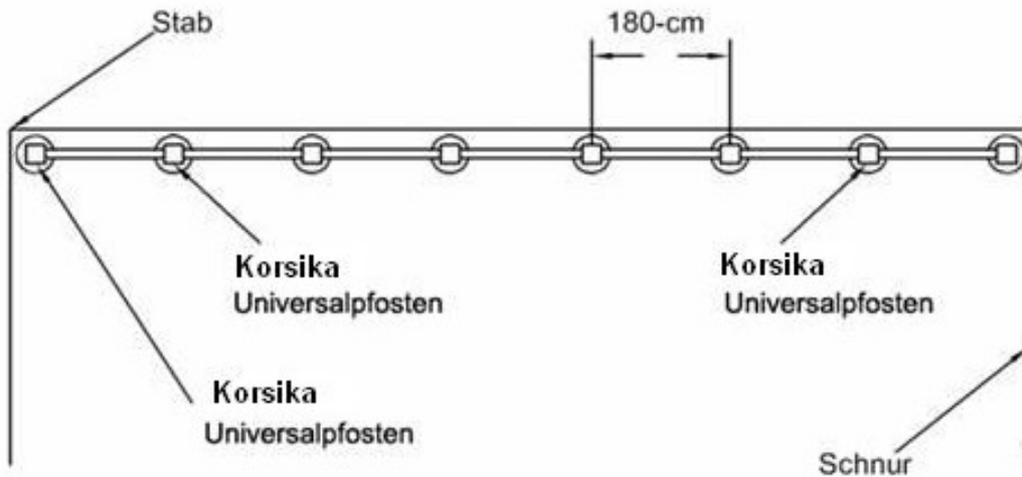

Abb. 1
- Stecken Sie entlang der Grundstücksgrenze Stäbe in den Boden und spannen Sie zwischen den Stäben ein Seil. Wir empfehlen, alle Pfosten etwa **15-20** cm entfernt von der Grundstücksgrenze auf Ihrem Grundstück zu setzen, damit die Betonfundamente nicht in das Nachbargrundstück ragen. (Abb. 1)